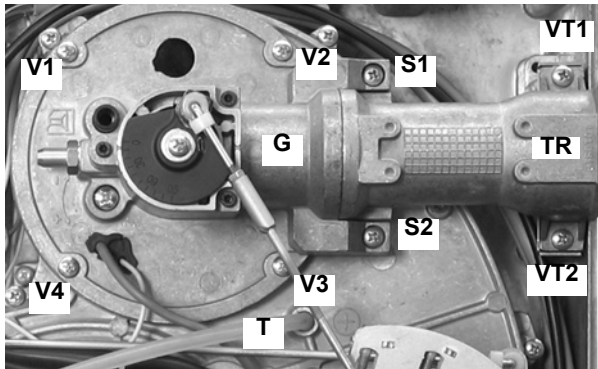

Fig. 10
- 1 Rimuovere il gancio in plastica **G** e sganciare il tirante **T** (Fig. 10) dalla sua sede.
- 2 Rimuovere le viti **V1**, **V2**, **V3**, **V4**, **VT1** e **VT2** (Fig. 10).